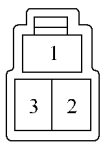

图 19-45 后 A/C 鼓风机电阻器的接插件
(3) 检查后 A/C 鼓风机电阻器。后 A/C 鼓风机电阻器的接插件如图 19-45 所示。其端子